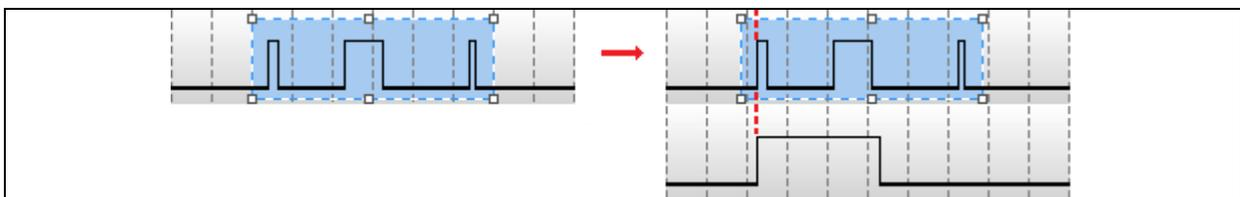

Figure 24
- エッジ合わせのみ有効な場合、貼り付ける波形の左端のエッジが他の信号の一番近いエッジに合うように貼り付けられます。(Figure 24)
➔ 動作イメージは「3.5.10. 貼り付け」の Figure 24 を参照ください。